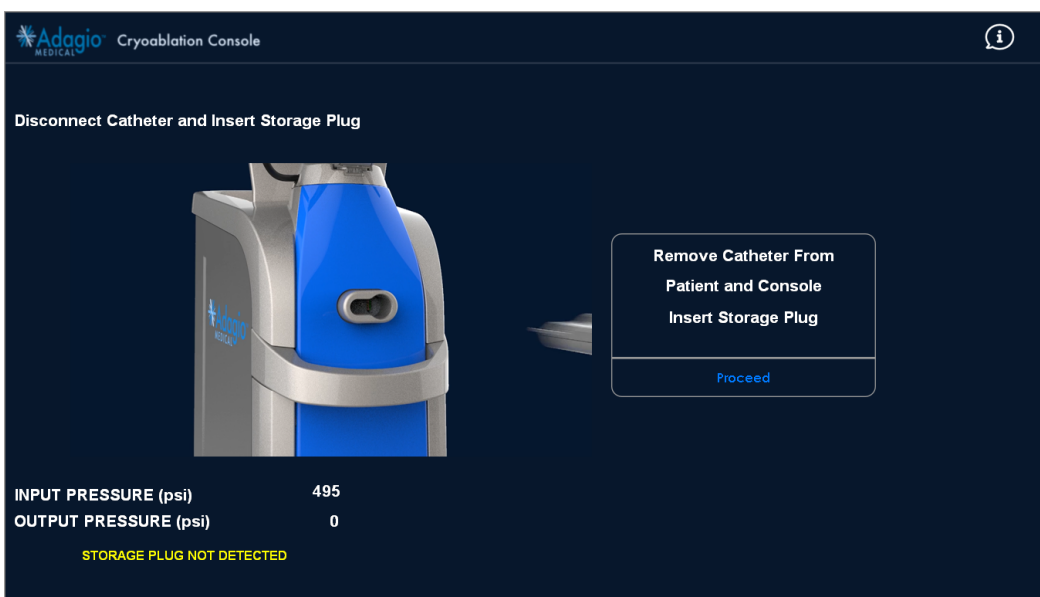

Afbeelding 55 – Scherm om loskoppeling van de katheter te bevestigen
2. Druk op de knop END PROCEDURE (Procedure beëindigen) (Afbeelding 54) om de katheter los te koppelen. Het systeem vraagt u om dit te bevestigen (Afbeelding 55). Druk op DISCONNECT (Loskoppelen) om de procedure verder te beëindigen.